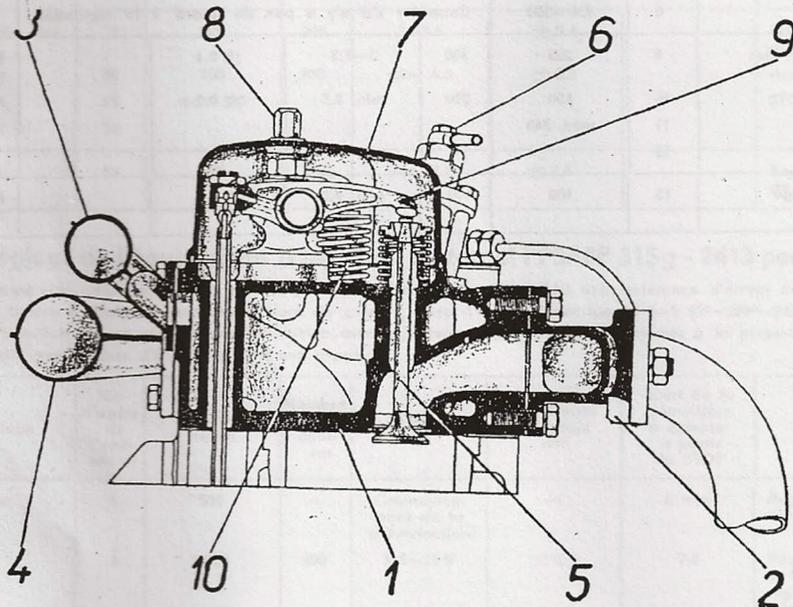

Fig. 42
La chemise de cylindre du carter moteur est fermée par une culasse rapportée particulière (fig. 42/1) serrée contre le carter par quatre boulons. Entre la culasse et le carter moteur se trouve un joint de l'asbeste-métallique. Au côté droit de la culasse est fixée la bride d'échappement (2), sur le côté opposé sont situées la conduite de sortie (3) et la conduite d'admission (4). Dans la culasse sont situées les soupapes (5) et la bague (6) de porte-injecteur. Le couvre-culbuterie (7) serré contre la culasse par l'écrou (8) protège les culbuteurs de soupape (9) avec les ressorts de soupape.